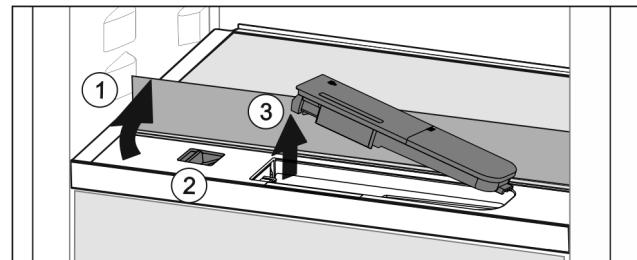

Fig. 134
- Ridicați placă de sticlă și rabatați în spate până la opritor Fig. 134 (1).
- Împingeți zăvorul Fig. 134 (2) spre stânga.
- Scoaterea rezervorului de apă Fig. 134 (3).